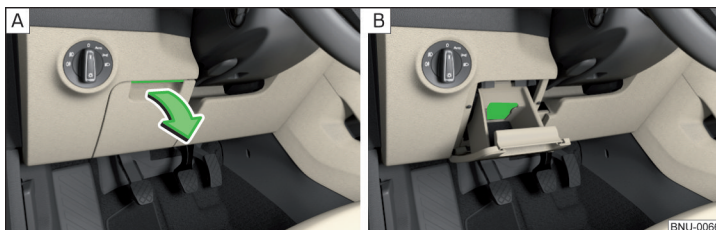

Abb. 102 Ablagefach öffnen / Kartenhalter
- Zum **Öffnen** den Griff anheben und das Fach aufklappen » Abb. 102 - [A].
Im Ablagefach befindet sich ein Kartenhalter » Abb. 102 - [B].